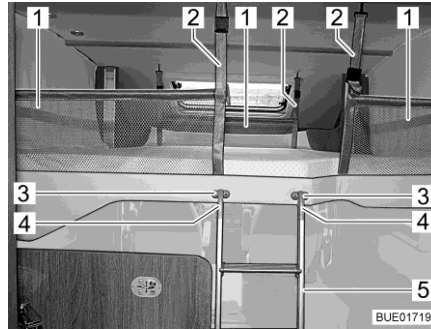

Fig. 96 Lit escamotable avec filet de sécurité tendu
Les trois filets de sécurité (Fig. 96,2) avec les sangles de sécurité se trouvent dans le lit escamotable sous le matelas. Ne tendre les filets de sécurité qu'une fois que les personnes se trouvent dans le lit escamotable.
- Suspendre les sangles de sécurité (Fig. 96,1) aux crochets situés au plafond.
- Accrocher les deux étriers (Fig. 96,4) de l'échelle de montée (Fig. 96,5) dans les fixations (Fig. 96,3).
- Décrocher l'échelle de montée (Fig. 96,5) des fixations (Fig. 96,3).